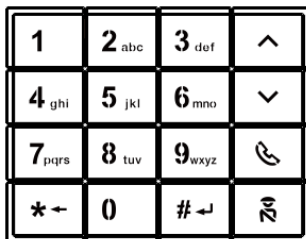

Imagen 1
1	<p>Llamar a un residente</p> <p>Un visitante marca el número de una unidad interior (001) o el número de un apartamento (por ejemplo, 0101, programado con antelación) para llamar a un residente.</p> <p>*El visitante también puede seleccionar el nombre de un residente con el pulsador  o el pulsador  del módulo de monitor complementario para hacer una llamada.</p> <p>Mientras tanto, se puede cancelar la llamada al pulsar el botón .</p> <p>*Esta función solo está disponible en la imagen 1.</p>